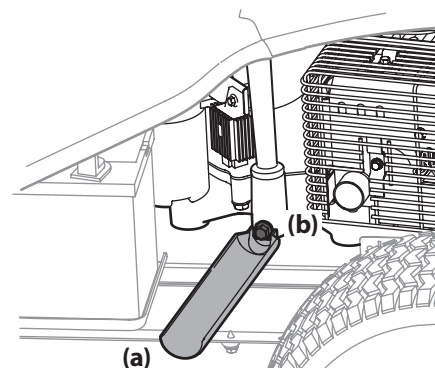

Figure 4-1
- Placez la petite partie du manchon de vidange de l'huile sur le bouchon (b) de vidange. Voir la Figure 4-1.